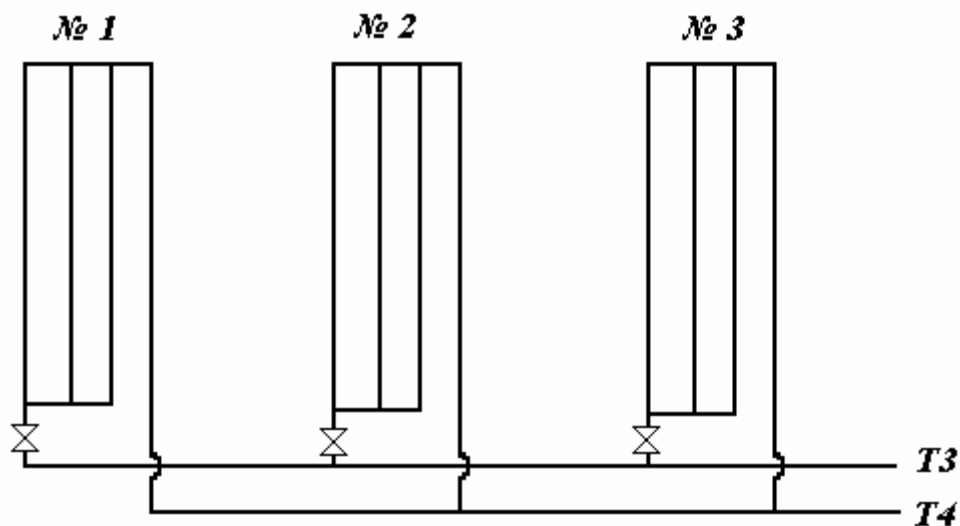

Рис. 46
24. Определите, увязаны ли секционные узлы (рис. 46) или нет, если потери через секционный узел № 1 составляют 50 КПа, $\Delta H_2 = 30$ КПа, $\Delta H_3 = 40$ КПа.